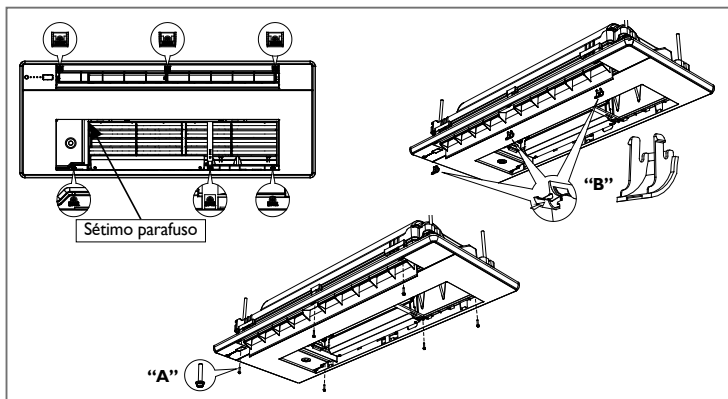

FIG. 23
4. Instale os 6 (40KVQOD12) ou 7 (40KVQOD18/40KVQOD24) parafusos da grelha ("A" - Fig. 23) com suas respectivas tampas ("B" - Fig. 23)